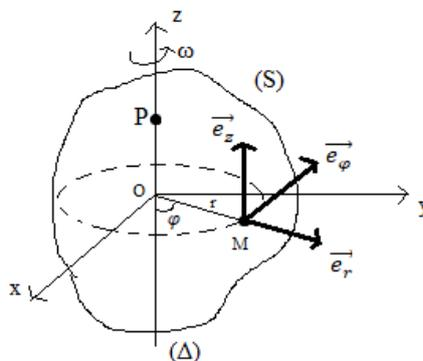

Figure IV.7
Soit un repère fixe R (O, x, y, z), le solide (S) est en rotation par rapport à l'axe (Oz) confondue avec l'axe (Δ). ω est la vitesse angulaire de rotation de (S)/R qui est la même vitesse en tous point de (S). Figure IV.7. Le vecteur de rotation instantanée $\vec{\Omega}_{(S)/R} = \omega \cdot \vec{k}$.